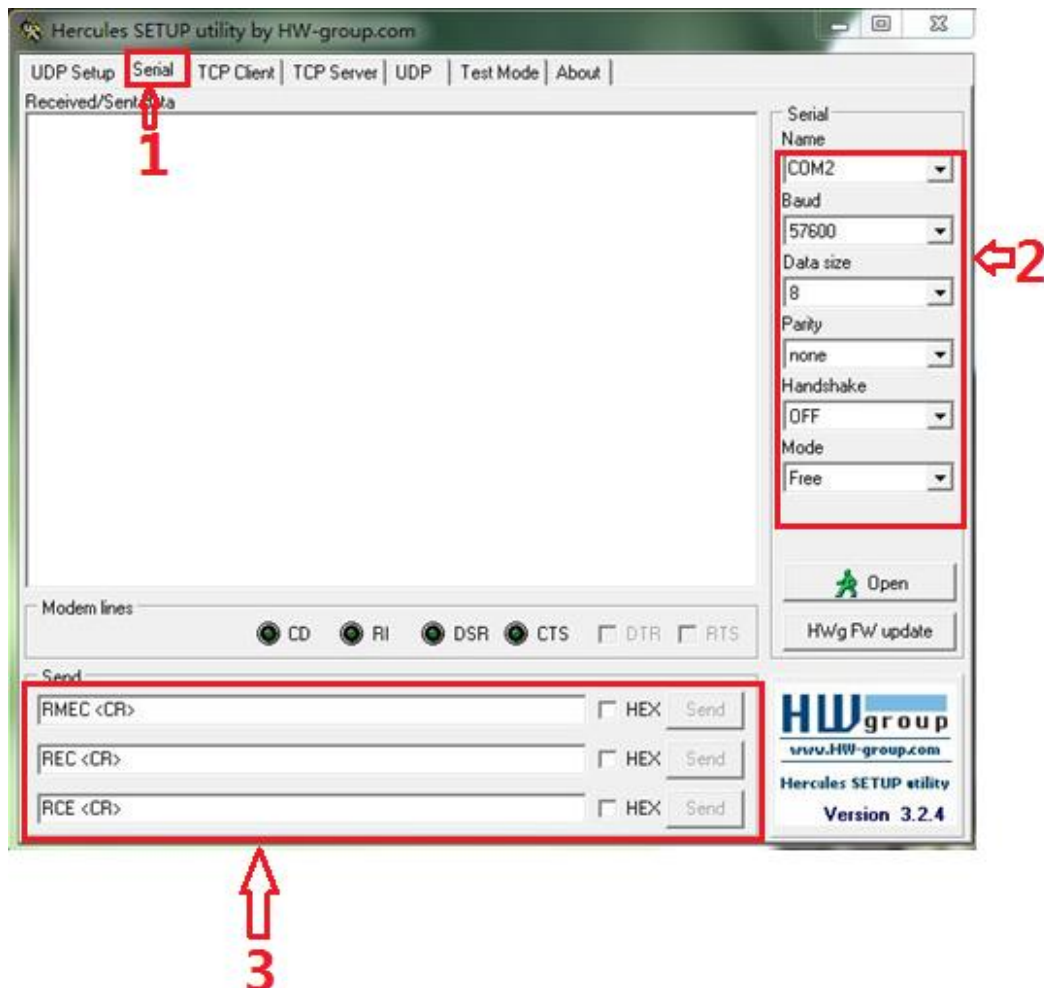

图 3
5.2 双击打开软件，在显示的软件界面中选择“Serial”（串口），位置如图 3 中红色字体 1 部分，